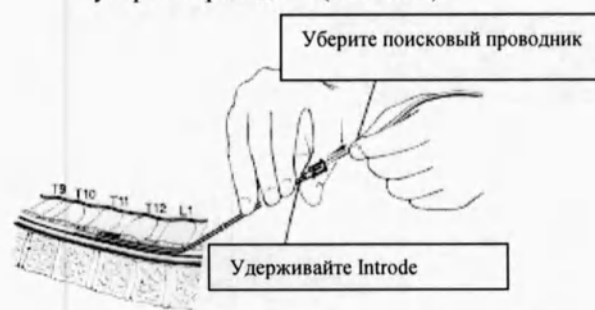

Рис. 9
7. Как только Introde достигнет нужного уровня для расположения электрода, уберите проводник (см. Рис.9).